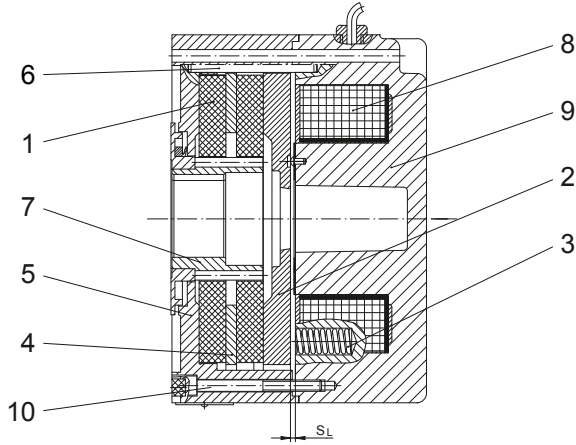
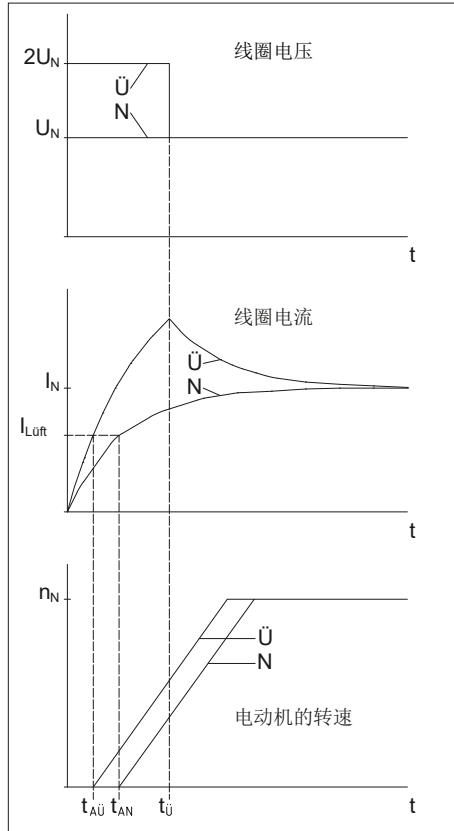
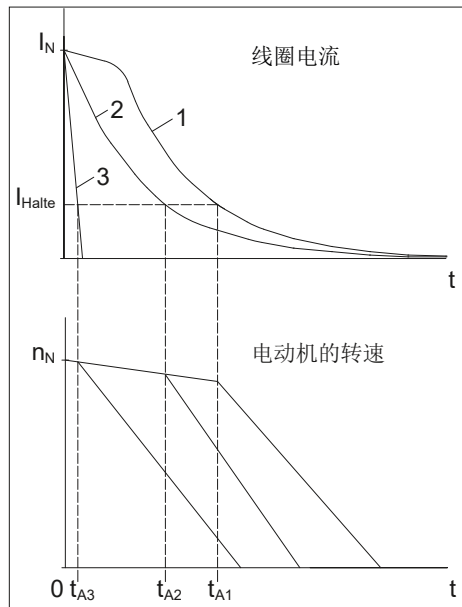

图1: Z系列双盘弹簧制动器
图2：正常励磁 (N) 和过励磁 (Ü) 下的电磁线圈电压、电磁电流和电机速度曲线。
图3: 断开交流 (1、2) 和直流 (3) 电源后, 电磁线圈电流和电机转速的曲线
通过图1（Z系列）中的双盘弹簧制动器说明工作原理。
S从图1中的型号开始, 所有制动器均可额外配备以下选项:
这种情况参见图2。
a) 电机接线板提供整流器电源（图3，曲线图1）
b) 整流器独立电源 (图3, 曲线图2)
4.1.2.2 电磁线圈的直流开关电路断电 (图3, 曲线图3)
如果需要改装，首先将工具（图1中7）加热到约 80 °C 并将其装在转子的加长轴杆上。